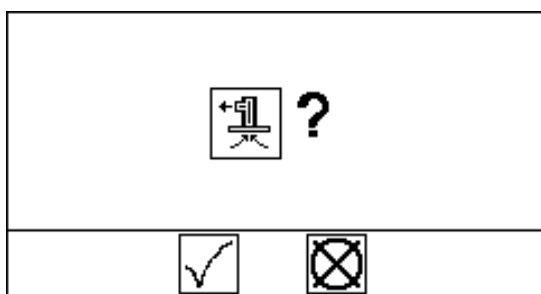

FIG. 12 : Confirmation de l'amorçage
4. Appuyez sur la touche Amorçage de la pompe . L'affichage invite l'opérateur à confirmer. Consultez la FIG. 12. Sélectionnez pour lancer l'amorçage.